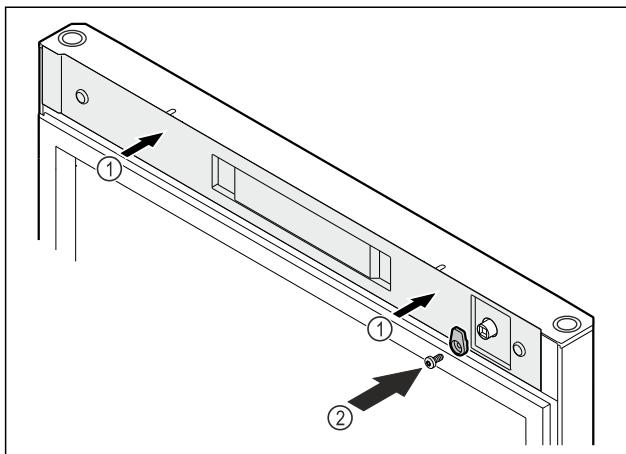

Fig. 54
- ▶ Postavite poklopac Fig. 54 (1).
- ▶ Navrnite kuke za zatvaranje Fig. 54 (2).